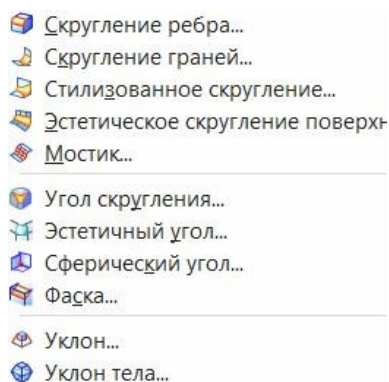

рис.29
- Эта группа команд выделена в отдельный раздел «Вставить /Элементы детали» (рис.29). Но мы из этой группы разберем только пару команд.